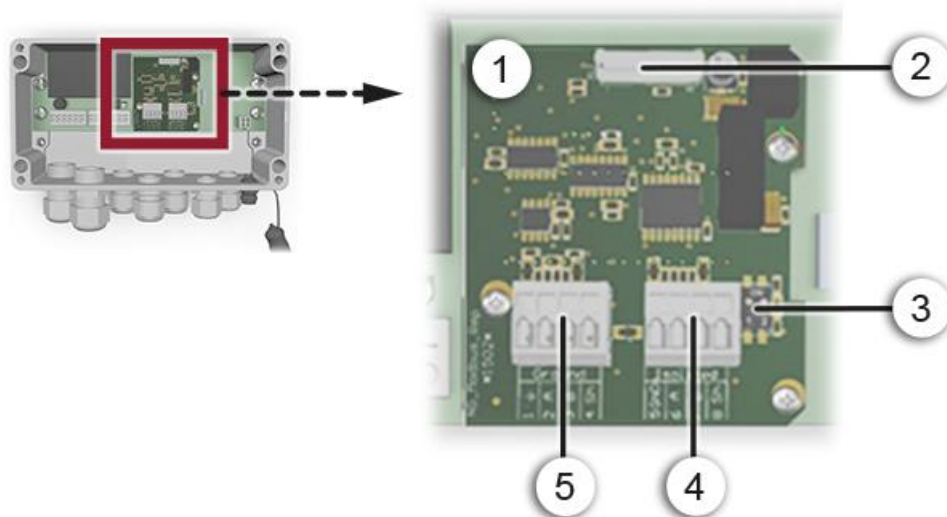

Abbildung 14: Übersicht des Modbus RTU Moduls im SIPORT 2
①	Feldbusschnittstelle (Anschlussprint) für Profinet IO	②	Anschlussstecker zu SIPOINT 2-Print
③	Ethernet Port 1	④	Ethernet Port 2
- Wenn das Photometer als Endgerät eingesetzt wird, muss der DIL-Schalter S2/1 auf dem Anschlussmodul eingeschaltet (ON) sein (Abbildung 14, Pos. 3).